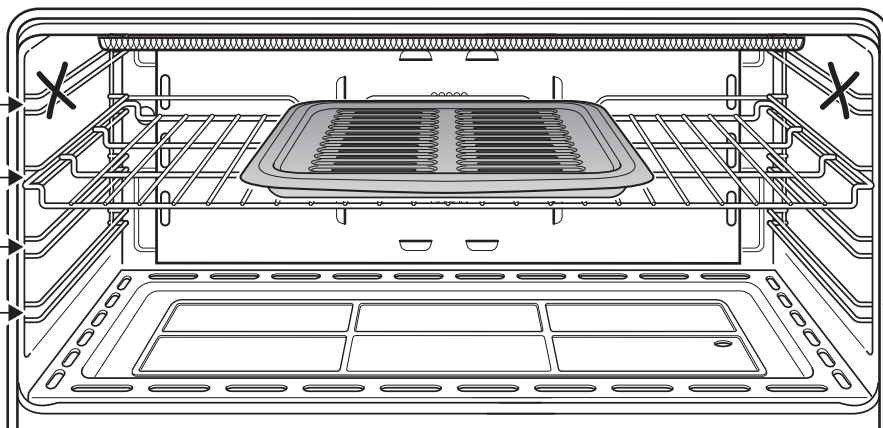
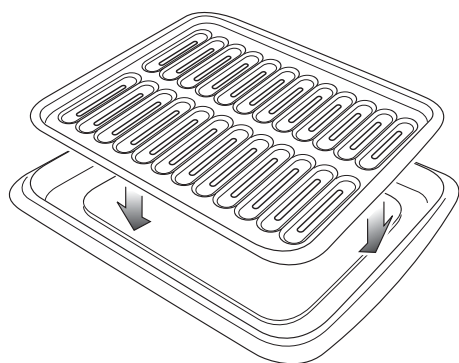

Fig. 3.7
Fig. 3.8
- Placez la grille sur le deuxième support à partir du haut (fig. 3.7).
- Déposez la lèchefrite dans le four (fig. 3.8). La lèchefrite doit être placée sur la grille et centrée avec le brûleur du gril (fig. 3.7).